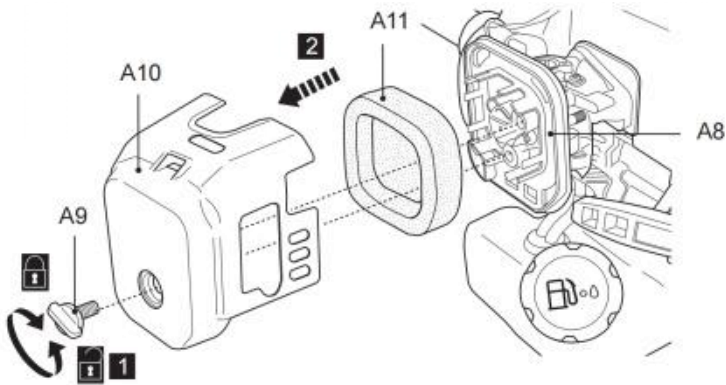

Fig. 77
1. Überprüfen Sie den Luftfilter regelmäßig. Ersetzen Sie es bei Bedarf durch ein neues (Abb. 77).